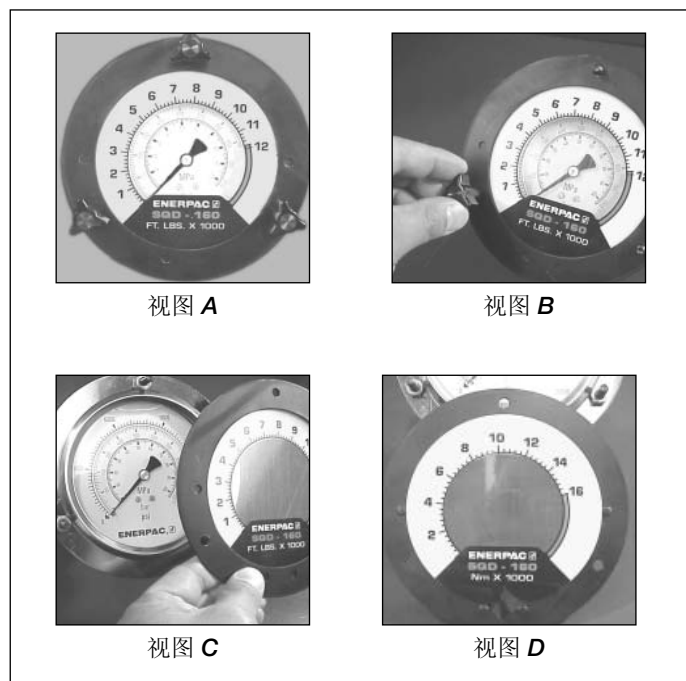

图 10 — 扭矩盖安装
泵上预装有压力计。为了方便操作，我们为每个泵提供了几个扭矩盖。将扭矩盖装到压力计刻度盘面上，就能轻松将压力读数换算为扭矩读数（见图 10 — 视图 A）。扭矩盖一侧为英制单位（Ft-Lbs），另一侧为公制单位（Nm）。要更改度量，滑动扭矩盖即可。
2. 卸下前法兰和扭矩盖（见图 10 — 视图 C）。
3. 将新扭矩盖（记住对照 Enerpac 扭矩扳手检查所用扭矩盖是否正确）插到法兰上，将扭矩盖对准法兰背面的凹陷（见图 10 — 视图 D）。
4. 将扭矩盖贴到法兰背面（见图 10 — 视图 C），然后将法兰插到调节螺母上，根据需要把扭矩盖重新定位，然后将螺母的翼拧紧（见图 10 — 视图 B）。法兰会将扭矩盖压到压力计上，将它固定到位。请参见扭矩扳手说明，了解产生预期扭矩需要的压力值。注：不同的扳手和附件所需最大压力不同。
1. 卸下固定压力计前法兰的三个黑色翼形螺母（见图 10 — 视图 B）。